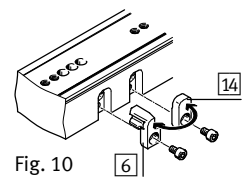

Fig. 10
2. Выкрутите крепежные винты жесткого упора и требуемой заслонки 14 (→ Fig. 10). Возможно сокращение длины хода максимум на 2 стандартных хода (диапазон стандартного хода у мини-суппорта DGSL....-E может быть задействован не полностью).